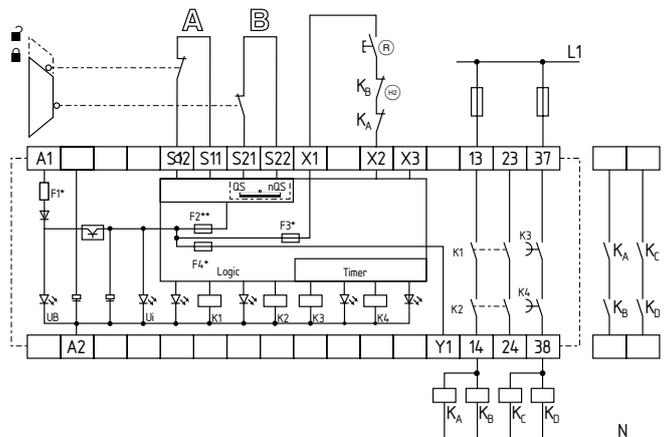

Fig. 8:
L'exemple reprend une commande à deux canaux d'une surveillance de porte; avec deux contacts A et B, dont au moins un à manœuvre positive d'ouverture; avec interrupteur de réarmement externe (R) (voir Fig. 8)